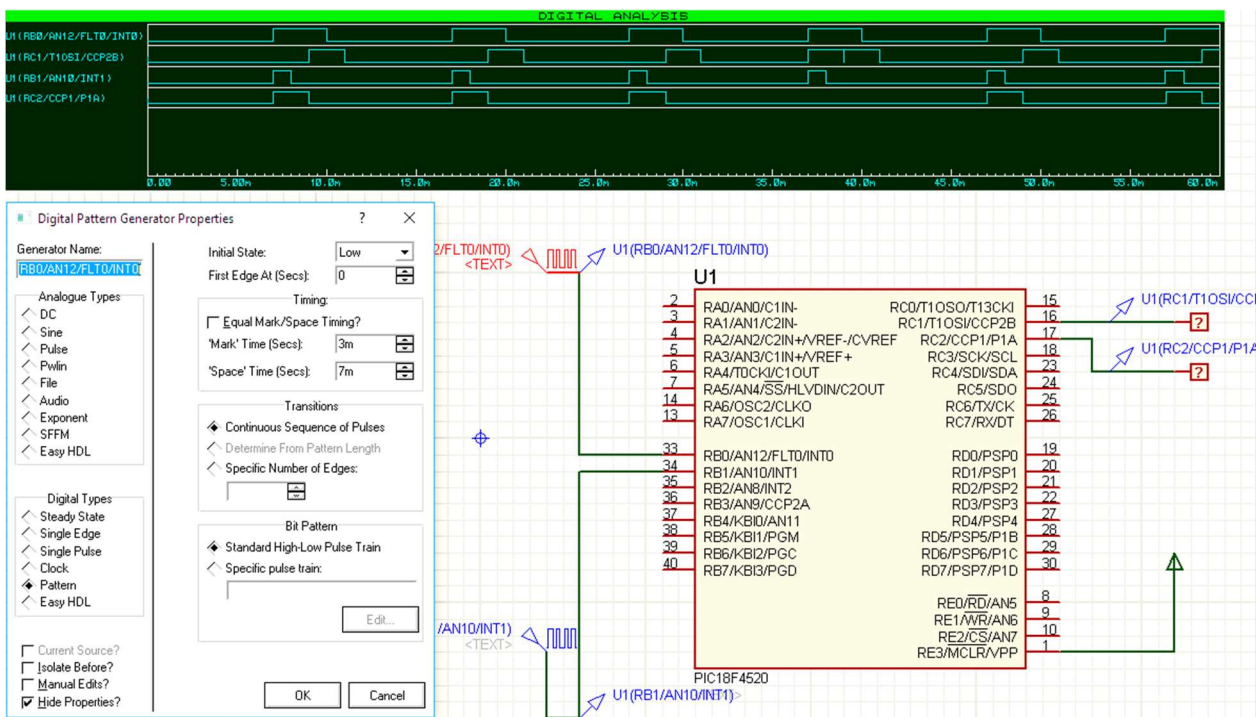

Figure 1
4. Faites le schéma de simulation avec le logiciel ISIS conformément la figure 1. Les événements sont générés par une horloge DCLOCK. Utilisez le mode graphique DIGITAL pour visualiser les signaux des entrées/sorties (fixez le temps de simulation à 60ms, soit une occurrence de 6 événements).